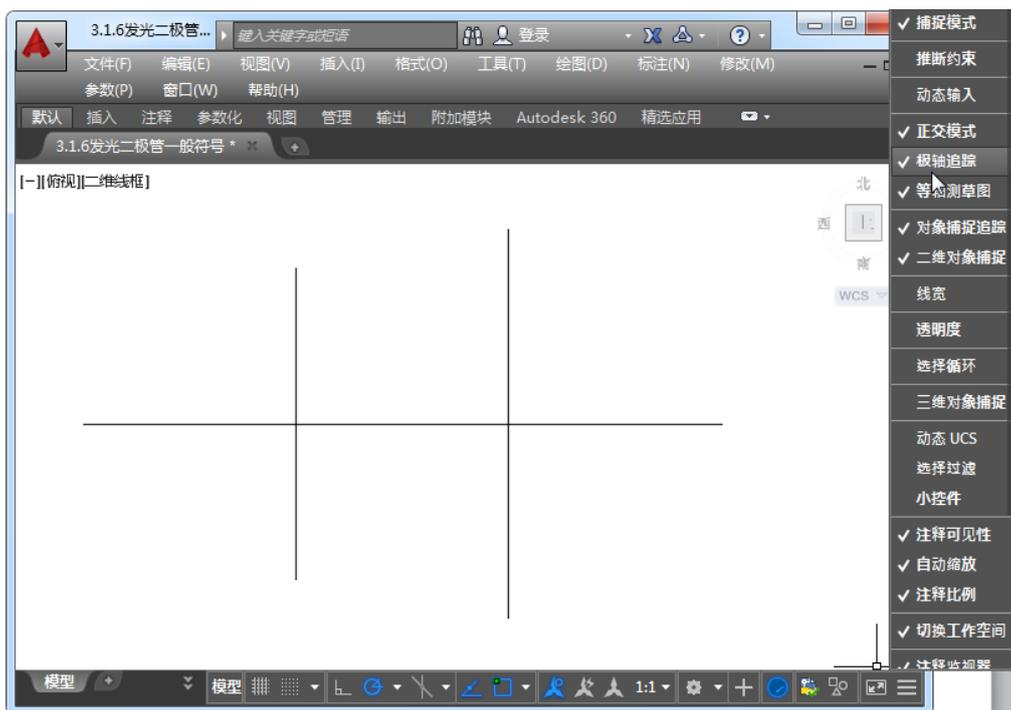

图 3-19 选择【极轴追踪】选项
Step08: 单击【确定】按钮。在状态栏中，单击“自定义”按钮，选择【极轴追踪】选项，如图 3-19 所示。